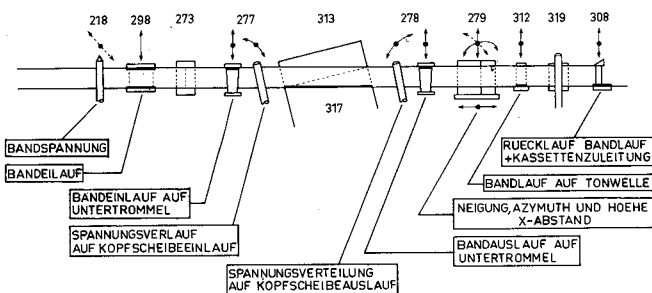

Fig. 2-2-13
Siehe Fig. 2-2-13.
- Kontrollieren, ob das Band verzerrungsfrei durch den Recorder läuft, Fig. 2-2-13.
- Mit einer einwandfreien Cassette kontrollieren, ob das Band bei Wiedergabe über alle Bandführungen Verzerrungsfrei läuft und auf den unteren Flanschen anläuft, Fig. 2-2-13.